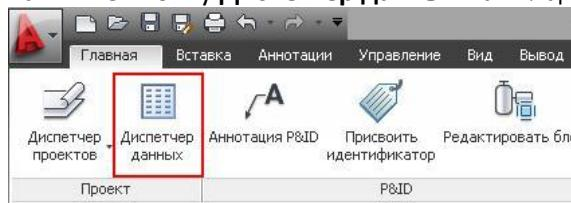

Рис. 29
- Нажмите кнопку **Диспетчер данных** на вкладке Главная ленты (Рис. 29).